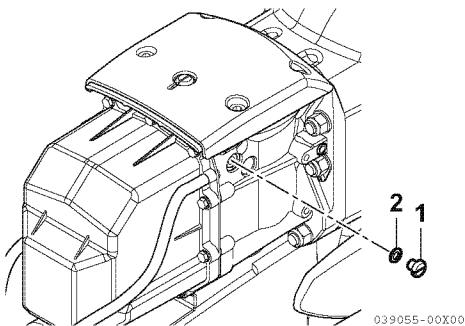

Figure 15
- 1- Retirez le bouchon d'aération (1, **Figure 15**) et le joint (2, **Figure 15**).